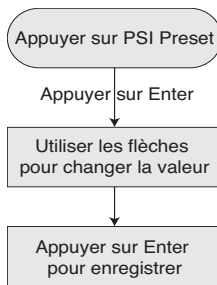

Figure 14 - Changement du point de consigne de pression avec PSI Preset.
2. Avec la touche PSI Preset (Illustrée à la figure 14).